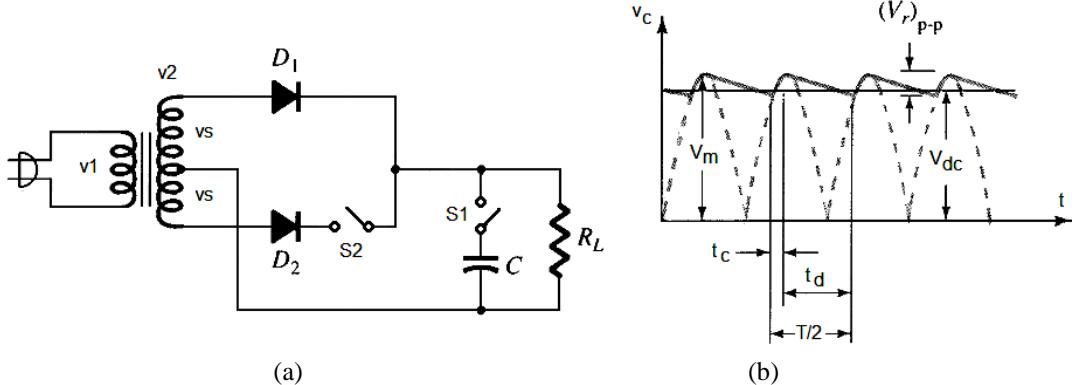

Figura 6 – Filtro capacitivo: (a) circuito com filtro a capacitor; (b) aspecto da forma de onda de saída.
**Questão 8** – Seja o circuito retificador com filtro capacitivo da Figura 6. O sinal  $v_1$  é senoidal, de 180 volts de pico, em 60 Hz. O transformador é abaixador de tensão (6:1) e os diodos são ideais. Os componentes  $R_L$  e  $C$  são dados por:  $R_L = 470 \text{ ohms}$  e  $C = 47 \mu\text{F}$ .